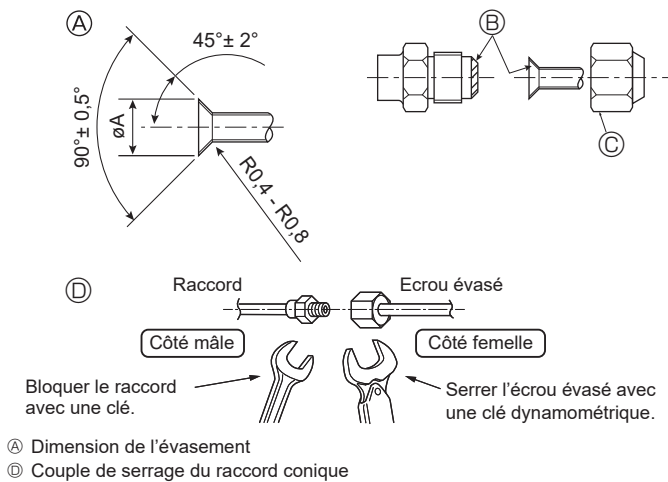

Fig. 4-6
Ⓐ (Fig. 4-6)
ⓐ (Fig. 4-6)
4.4. Connexion des tuyaux (Fig. 4-6)